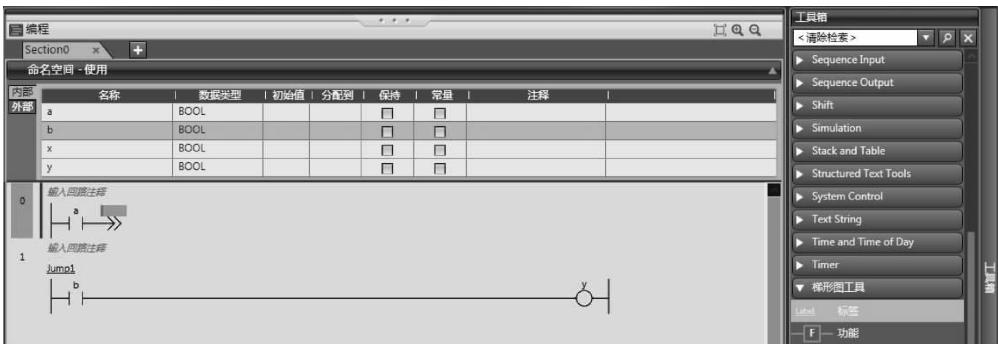

图 5-22 插入跳转
1) 从工具箱的梯形图工具拖放“跳转”至起始回路的连接线，如图 5-22 所示；或右击跳转起始回路的连接线，从菜单中选择“插入跳转”。插入跳转的右边所有电路都被删除，出现跳转电路部分。